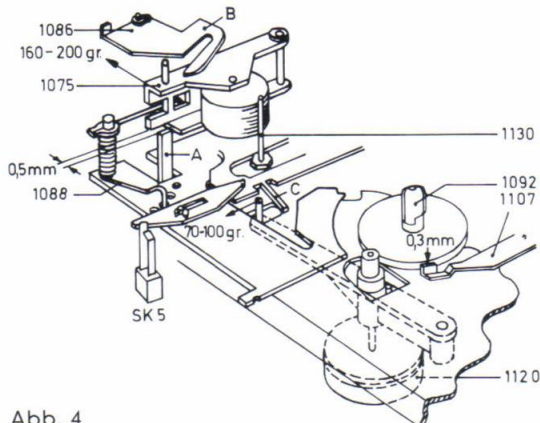

Abb. 4
#### 4. Einstellen der Andruckrolle (Abb. 4)
Die Kraft, die erforderlich ist die Andruckrolle gerade von der Tonwelle abzuheben, muß 160 bis 200 p betragen (gemessen mit Kontaktfederwaage im Arbeitspunkt der Feder). Durch Pfeil in Abb. 4 gekennzeichnet.
Zum Einstellen die Torsionsfeder (1088, Abb. 4) in ein anderes Befestigungsloch einhaken.
#### 5. Einstellen der Stellung „Pause“ (Abb. 4)
- D Wiedergabe / Vor- oder Rücklauf (Abb. 4)